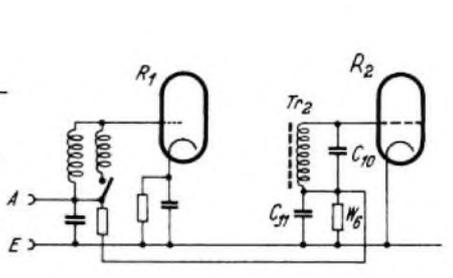

Bild 7. Die Schwundregelung der Mischröhre
**3) Schwundausgleich.** Im Sechspolteil der Mischröhre besteht die Möglichkeit, eine gewisse, wenn auch nicht sehr weitgehende Schwundregelung anzuwenden. Die für die Einführung der Regelspannung in den Gitterkreis erforderlichen Teile Kondensator C1 und Widerstand W13 sind bereits vorhanden. Es ist auch jedem, der die Vorgänge im Audion kennt, bekannt, daß an dem Gitterableitwiderstand des Audions W6 eine von der HI-Amplitude abhängige negative Vorspannung entsteht. Es ist aber trotzdem nicht gebräuchlich geworden, diese zur Schwundregelung heranzuziehen. Ohne ein einziges zusätzliches Einzelteil ist dies nach Bild 7 möglich. Gitterkondensator und Ableitwiderstand müssen nur zwischen ZF-Kreis und Masse gelegt werden, wie dies bei Zweipolgleich-